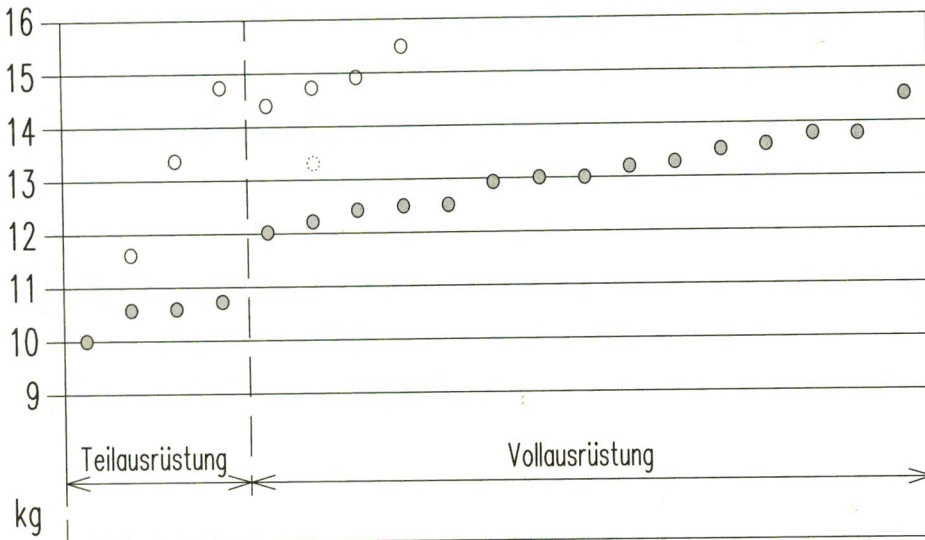

Abb. 13: Masse von 20"- und 24"-Kinderrädern
den (Abb. 13). 1 kg bei Kinderrädern bedeutet das gleiche wie 3 oder 4 kg bei Erwachsenen! Eine Auslegung des Kinderads mit hohem Verhältnis  $h_s/d$  ist also hier zu überlegen. Das Vorbild MTB erweist sich in dieser Hinsicht als Anlaß zu Fehlentwicklungen: Der Sattel steht bei Kinder-MTBs nicht weit über dem Oberrohr, sondern sitzt meist in Höhe der Radhöhe. Das Verhältnis  $h_s/d$  ist zu niedrig.
Eine gute Idee sind Stecksysteme für Gepäckträger ( Abb. 13 ).
- (1) "Groß im Geschäft mit kleinen Rädern", Interview mit Rolf Kuchenbecker, "Zweiradmagazin" 5/1996. Die Gebrüder Kuchenbecker (Puky) vertreten relativ kleine Räder für ihre Kinderfahräder. Sie begründen es anatomisch: die Schwerpunktlage bei Kindern ist überproportional hoch. Zwar hat der Spezialist "Puky" mit 80 bis 100 Tausend Kinderrädern keine überragende Bedeutung auf dem Markt, aber er leistet sich eine eigene Konstruktionsphilosophie, auch auf die Gefahr hin, nicht immer verstanden zu werden. Siehe: [www.puky.de/](http://www.puky.de/)
- (2) Gute Falträder haben trotz kleiner Räder auch einen üblichen Radstand. Beispiel: der Extremfalter "Brompton".
- (3) H. Oeljen "Haben Sie nicht etwas Billiges?", "abfahren" 4/94 - Kundenzeitschrift des VSF. Henning Oeljen stellte die Kriterien zusammen, die zum Projekt "Crusader" geführt haben. Zielsetzung war eine Ausrüstung wie beim Erwachsenenfahrad und ein Gewicht von "höchstens 10 kg" für ein 20"-Kinderrad. Ein Jahr später wird der 24"-Prototyp mit 12,5 kg vorgestellt. Und im Mai 96 stellt Volker Briese ein Gewicht von "fast 14 kg" fest. (ohne Schutzblech, Ständer, aber mit integrierten Schloß).
- (4) A. Mollard "Der Radfahrunfall", Diss. Marburg 1988. Der Höhepunkt von Radfahrunfällen liegt im Alter von 7 Jahren. Unzureichende Beleuchtung ist bei Kindern Ursache für 0,6% aller Unfälle.
- (5) C. Smolik, S. Etzel „Das große Fahrradlexikon“
- (6) Beim 18"- "R-Evolution" / Enik wurde das Einsatzgebiet des Spielrads bis auf 9 Jahre angehoben. Vorteil: das niedrige Gewicht von 10,7 kg. Wenn das Rad tatsächlich so lange gefahren wird, dürften dank extremer Schwerpunktverschiebung abenteuerliche sportliche Eigenschaften zu erwarten sein (Genesis-Geometrie ?).
- (7) Das vollgefederte "FlexX" / Giant liegt mit 14 kg noch im Bereich des normalen der 1000 DM-Preisklasse. Das 24" vollgefederte AMP-Modell für Frauen und ältere Kinder soll 10,5 kg wiegen und kostet mehr als das doppelte. Beigetragen zum Gewicht des "FlexX" hat offensichtlich auch die seltsame Sitzverstellung, die zwischen "R-Evolution" und "Multisize" einzuordnen ist.
- (8) Beim Experimentalrad "Crusader" / VSF, Puky und bei den "Spycy"-Modellen (20", 22", 24" - Villiger) konnte/kann der Vorbau für den Multifunktionslenker gegen eine längere Ausführung ausgewechselt werden. Umfangreich auch der Aufwand für das "Scout" (24"- Villiger-Diamant): Multi-Lenker plus verstellbarer Vorbau. Die genannten 3 Hersteller nehmen in der Werbung die Bezeichnung "mitwachsend" für ihr Produkt nicht in Anspruch.
- (9) Beim "Scout" / Winora konnten Schutzbleche und Gepäckträger dank Steckverschlüssen abgenommen werden. Damit sank das Gewicht um 1,4 Kg (Abb. 13). Das 24"-Fahrrad ist mit ts = 150 mm nicht überdehnt.